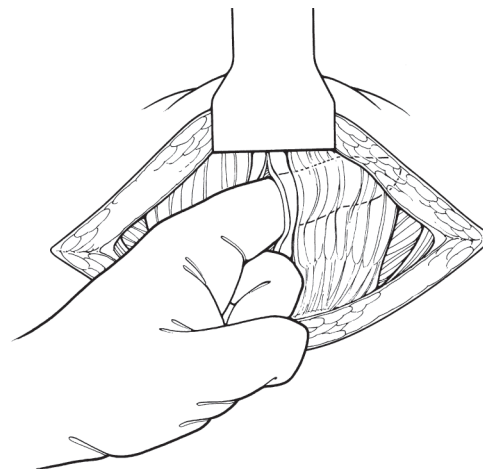

Figura 4-8. Separe la línea alba
10. Haga una incisión suprapúbica, divida la fascia rectal transversalmente y use un movimiento de expansión para separar la línea alba con objeto de llegar al espacio prevesical. (Figura 4-8)